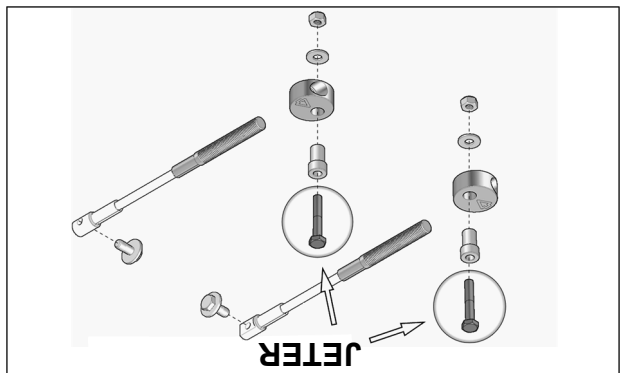

Fig. 22
10. Jeter les boulons M10x60mm (C3) de l'ensemble limiteur de conduite. Voir la Fig. 22